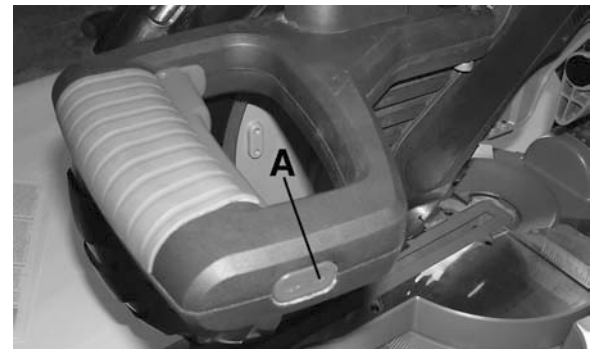

Figure 16
Le système de guide à deux lasers est contrôlé par l'interrupteur (A) Fig.16 et fonctionnera seulement lorsque le cordon d'alimentation est branché à une source de courant.